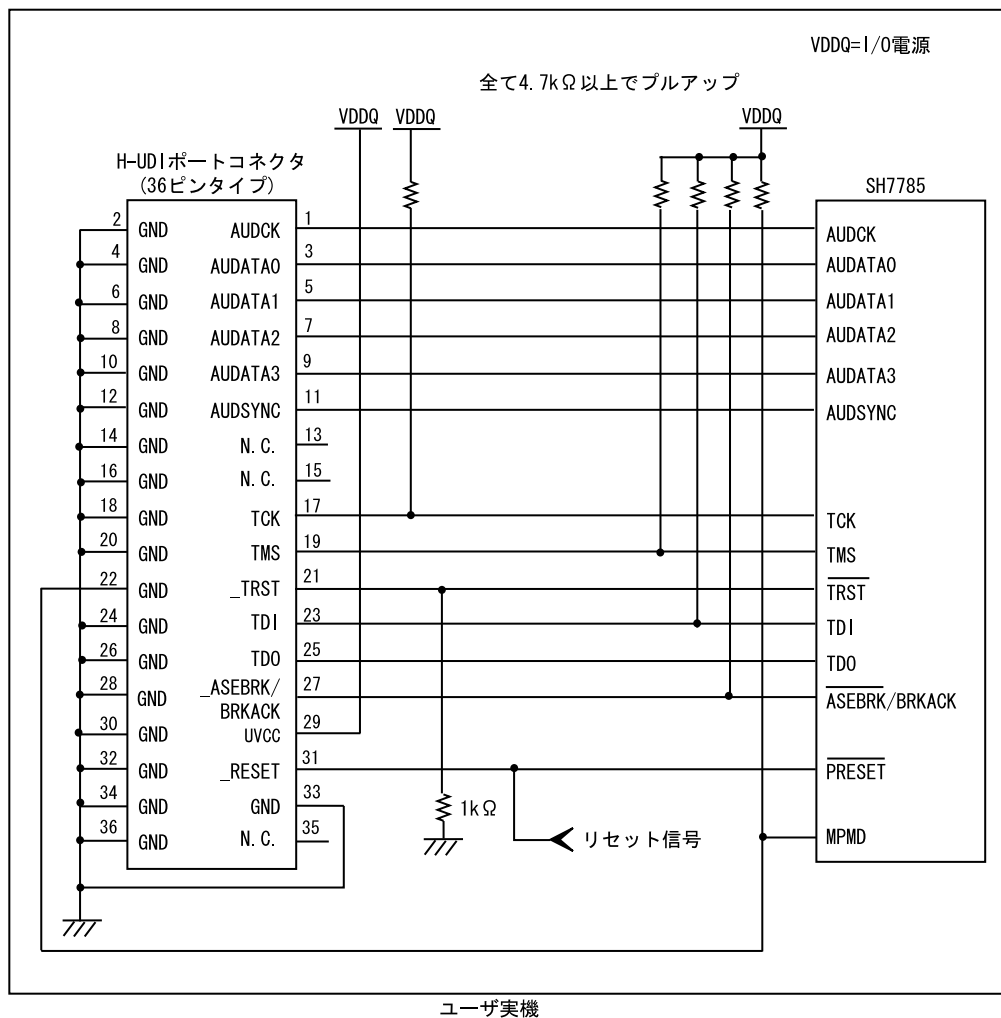

図 1.3 E10A-USB 使用時の H-UDI ポートコネクタ - チップ間の推奨接続例(36 ピンタイプ)
- 図 1.3 の回路を組んだ場合の E10A-USB エミュレータのスイッチ設定：SW2=1, SW3=1